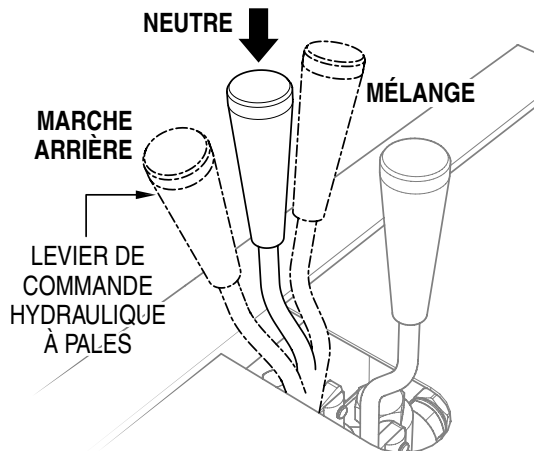

Figure 13. Levier de commande hydraulique à pales - (position neutre)
1. S'assurer que le levier de commande hydraulique des pales (Figure 13) est dans la position **neutre**.